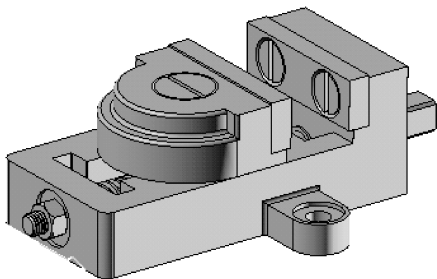

图 7-107 装配的虎钳
- 06 最后单击【装配约束】对话框中【确定】按钮，完成整个虎钳的装配操作。装配的虎钳如图 7-107 所示。